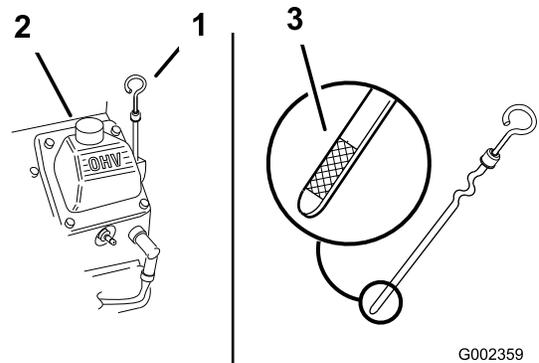

Bild 16
3. Reinigen Sie den Bereich um den Ölpeilstab (Bild 16), damit kein Schmutz in den Einfüllstutzen gelangen und den Motor beschädigen kann.
4. Schrauben Sie den Ölpeilstab heraus und wischen Sie das Metallende ab (Bild 16).
5. Schieben Sie den Ölpeilstab vollständig in das Einfüllrohr (nicht in das Rohr einschrauben) (Bild 16).
6. Gießen Sie ca. 80 % der angegebenen Ölmenge langsam in den Einfüllstutzen (Bild 16).